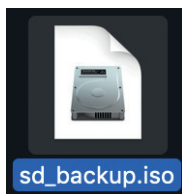

Рис. 5.14. Файл с расширением **.iso**
9. Измените расширение файла на **.iso** (рис. 5.14).